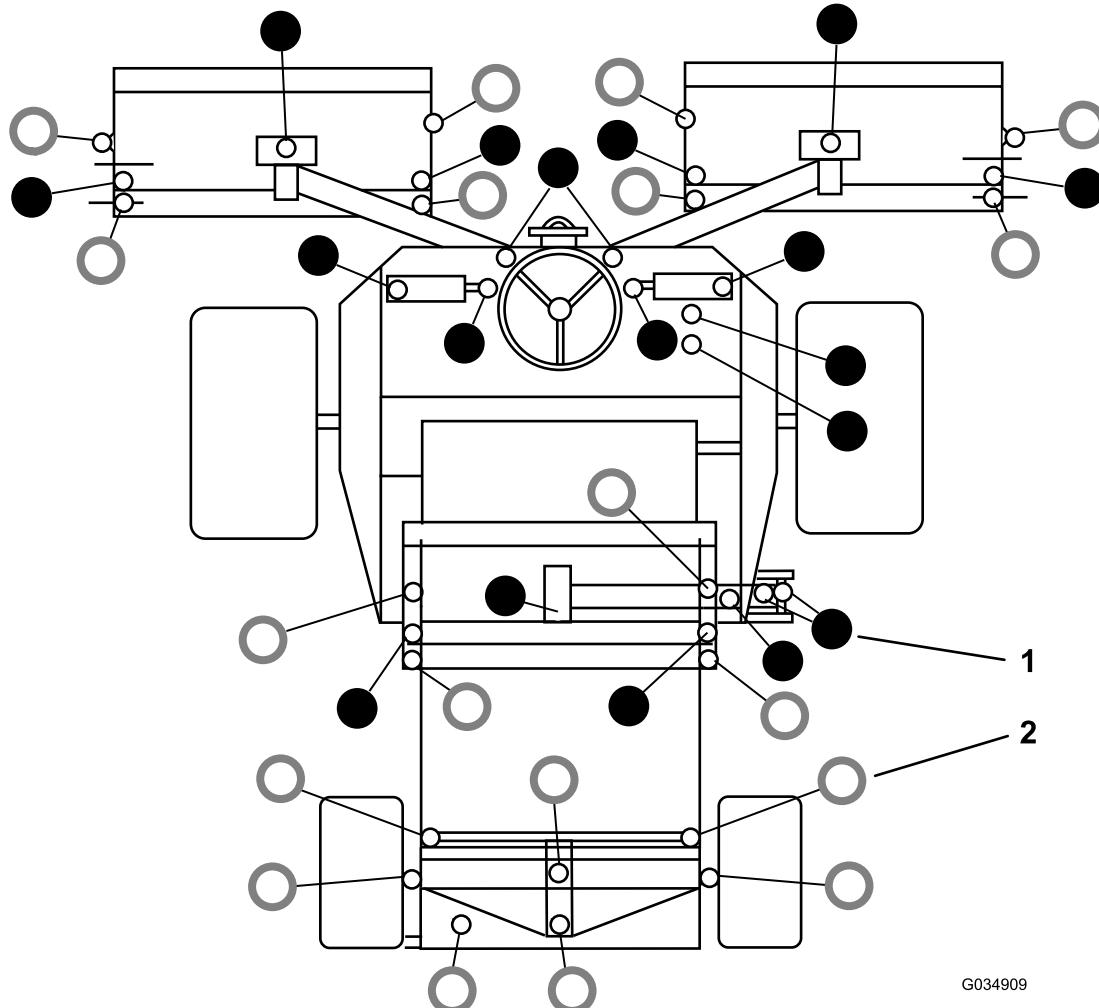

Bild 59
- Die Schmiernippelpositionen sind unter Bild 59 aufgeführt.